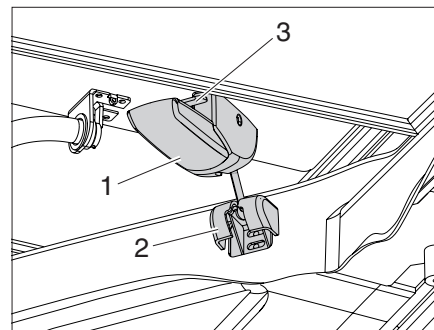

Fig. 34 Libérer les systèmes de verrouillage à gauche et à droite
- ▶ Appuyer sur le levier de sécurité (Fig. 34,3) vers le haut et tirer simultanément sur le dispositif de verrouillage (Fig. 34,1) à gauche et à droite vers le bas.
- ▶ Retirer le boulon (Fig. 34,2) du support.